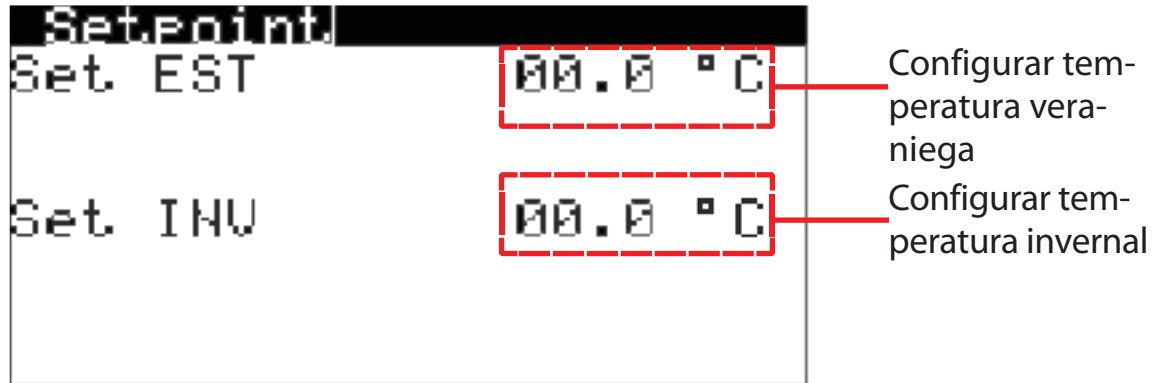

Fig. 6
2. pantalla configuración de las temperaturas del valor de ajuste verano-invierno (Fig. 6)
3. Desde la pantalla de On/Off y regulación modalidad (Fig. 5), mediante las teclas Up  y Down , desplazarse por la pantalla de configuración de las temperaturas del valor de ajuste verano - invierno\* (Fig. 6)